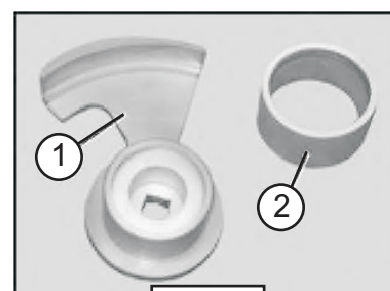

FIG. 2
- Herramientas de montaje para la correa auxiliar exterior (1 y 2) [FIG. 2].